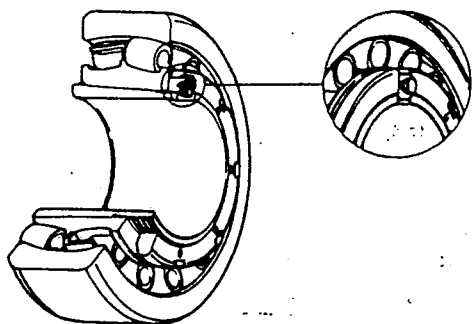

図 13
- (10) 内径番号44以上の大形軸受の場合、アダプタは止め金形式(図13)になっている。この場合には、ナットを締め込み後止め金をナットの切欠き部に入れる。この場合も切欠き部分を合わすためにナットを戻してはならない。止め金を切欠き部に入れたのち、ばね座金、六角ボルトで固定する。